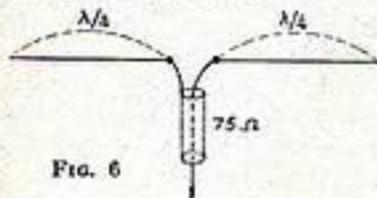

FIG. 6
1. - Un simple doublet, facile à réaliser de deux brins de $\lambda/4$ soit environ 75 cm pour chaque brin; l'impédance correspondante est de 72 ohms. La descente sera de préférence un bon coaxial dont il existe de nombreux types dans le commerce (figure 6).
2. - Un « folded » avec ou sans réflecteur et directeur (1) (avec une descente bilifaire ($Z = 300 \Omega$) dont le gain par rapport au simple doublet est de 3 à 4 db. Ce type d'aérien possède un effet directif poussé qu'il n'est pas recommandé de prévoir si l'antenne n'est pas orientable, puisqu'en principe d'un même point on devra pouvoir recevoir un certain nombre d'émetteurs rayonnant de différentes directions.